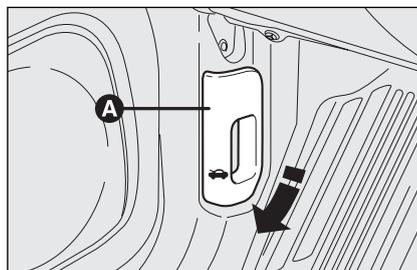

fig. 118
- tirare la leva **A-fig. 118** nel senso indicato dalla freccia;